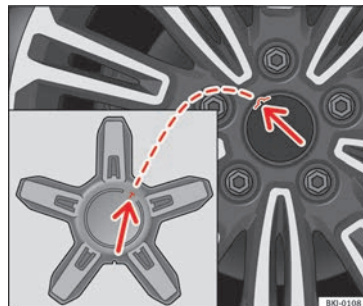

Fig. 79 Montar el embellecedor central de rueda.
- Coloque sobre la llanta el embellecedor central de rueda, haciendo coincidir el resalte del embellecedor con el alojamiento en la llanta » **fig. 79** (flechas).